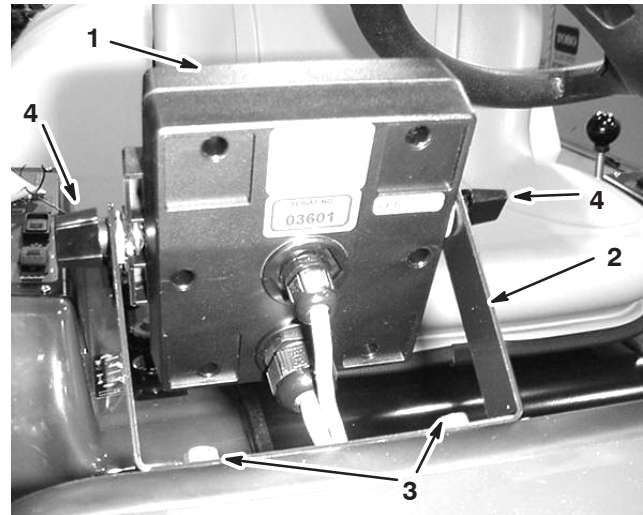

Bild 3
1. Montieren Sie die Steuergeräthalterung mit zwei Bundbolzen (1/4 x 3/4 Zoll) und zwei Bundmutter (1/4 Zoll) am Armaturenbrett (Bild 3).
2. Montieren Sie die zwei Schlossschrauben, Gummischeiben und Handräder lose auf der Halterung, wie in Bild 3 und 4 dargestellt.
6. Montieren Sie das Spray Pro-Steuergerät über den Köpfen der Schlossschrauben (Bild 3) und ziehen Sie die Handräder an, um es zu befestigen.